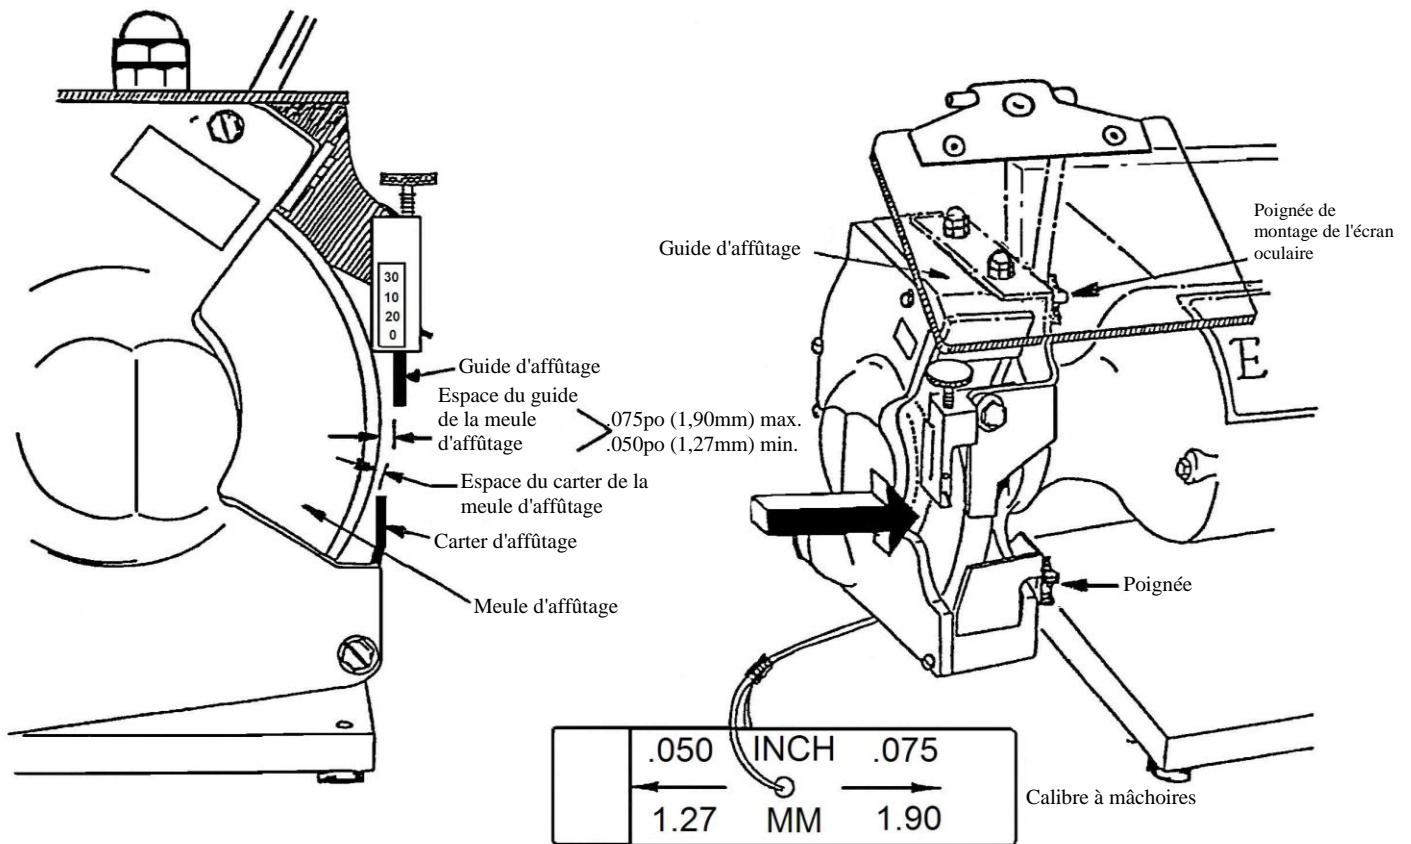

Figure 7
8.3.5 Réglage du guide de la meule d'affûtage (voir la figure 7)
8.3.6 Espace du carter de la meule d'affûtage (voir la figure 7)